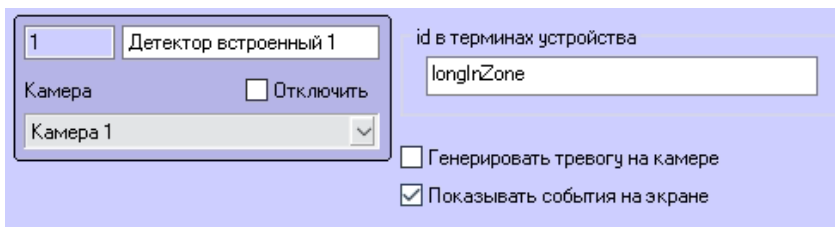

Рисунок 19 – Добавление объекта «Детектор встроенный»
3. Под объектом «**Камера**» добавить объект «**Детектор встроенный**» (Рисунок 19):